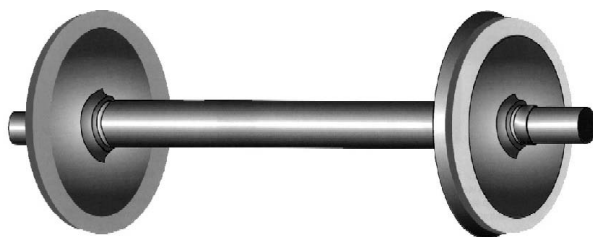

Рис. 3.4. Колесная пара под подшипник скольжения
- колесная пара с шейкой оси под подшипники скольжения (рис.3.4);